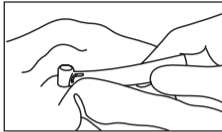

Fig. 16
- 3) Essuyez l'extérieur de la pièce à main, nettoyez à l'aide d'un chiffon imbibé de désinfectant ou d'éthanol à une concentration de 60 à 90 % (Fig. 16).